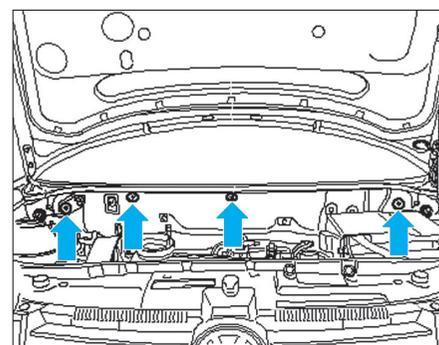

Fig. 23
- Déposer les agrafes de maintien de l'insonorisant comme illustré (Fig.23).